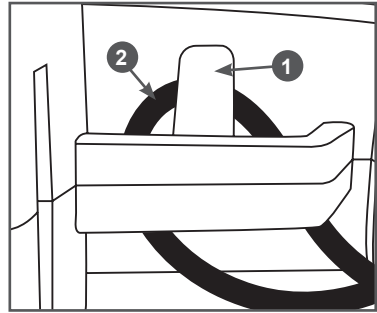

Рис. 9 Фиксация кабеля удлинителя
3. Подключите устройство к удлинителю. Для предотвращения случайного отсоединения вилки сетевого кабеля от разъема удлинителя, на корпусе устройства в районе задней рукоятки предусмотрен крючок 1 фиксации кабеля удлинителя (Рис. 9).